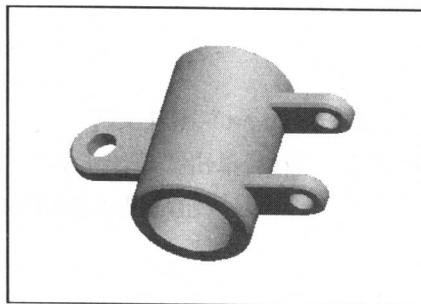

图 1-22 生成倒角后的模型效果
(22) 在“倒角”操控板右侧单击“确定”按钮，生成倒角效果，最终模型效果如图 1-22 所示。